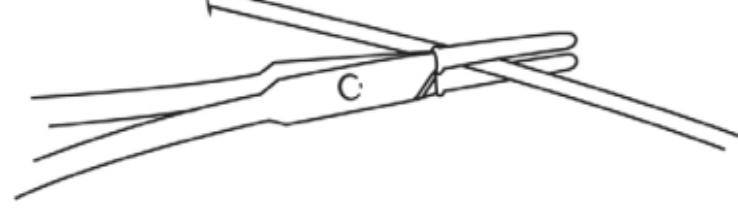

Fig. 1
1. Προετοιμάστε την περιοχή. Αποκλείστε σφικτά τον καθετήρα κοντά στην είσοδό του στο δέρμα, με λαβίδα με ελαστική επικάλυψη των σταγόνων. (Fig. 1)